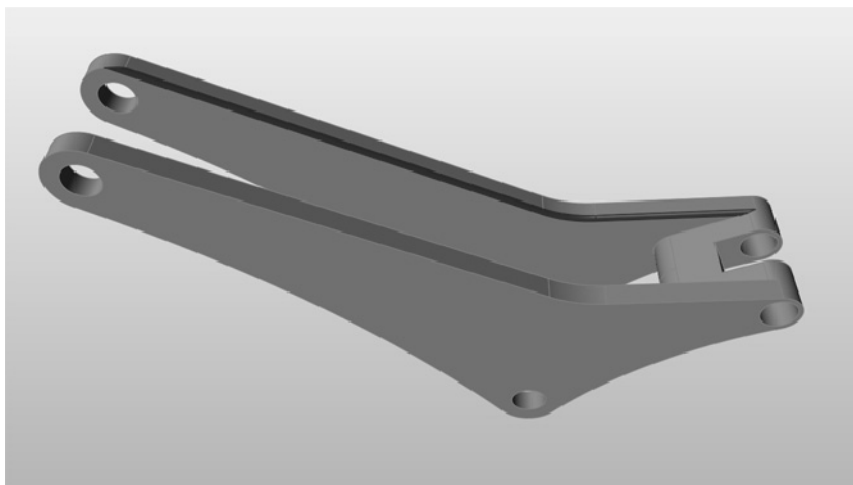

图 9-16
7) 旋转模型，然后删除模型另一侧的圆角串，如图 9-16 所示。通过下列方式可选定、取消选定和删除单个圆角或圆角串：